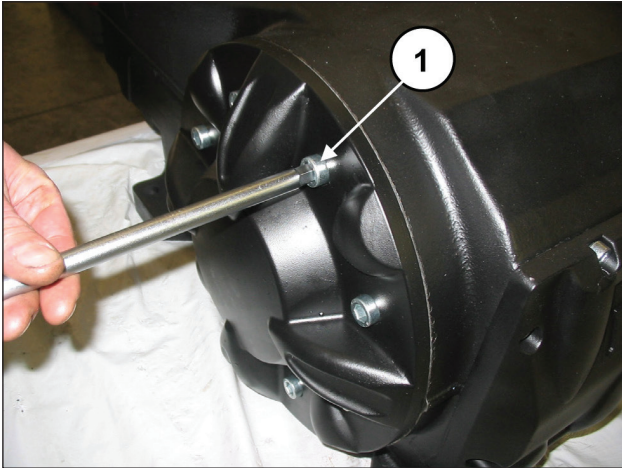

Abb. 4
Lösen Sie auf der gegenüberliegenden Seite die Befestigungsschrauben des Lagerdeckels (Pos. ①, Abb. 4) und entfernen Sie diesen.